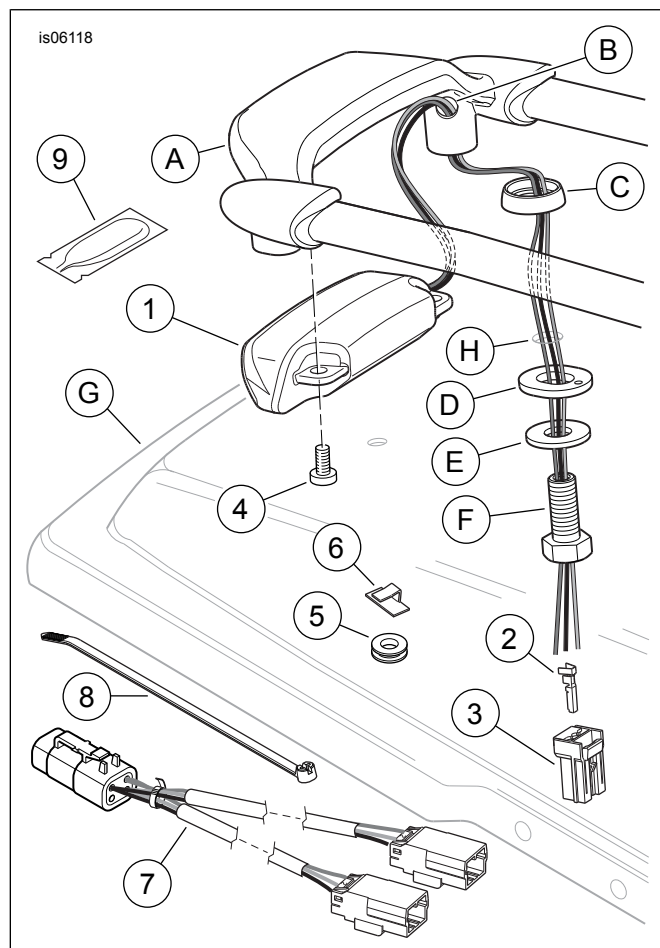

Figura 3. Parti di ricambio, kit luci guida coperchio borsa Air Wing
Vedere Figura 3 e Tabella 1.
- TUTTE le installazioni:** Consultare Figura 3. Procurarsi un gruppo luce (1) della guida della borsa dal kit.
- Inserire i fili della luce attraverso il foro (B) sul lato del montante della guida della borsa (A) e farli uscire dalla base del montante.
- Installare la luce nella parte inferiore della barra trasversale della guida della borsa con due viti (4) dal kit. Serrare le viti a fondo.
- Inserire i fili della luce attraverso il cuscinetto di montaggio (C) della guida della borsa posteriore di sinistra e il foro posteriore di sinistra (H) del coperchio della borsa (G). Assemblare la guida della borsa al coperchio come da istruzioni nel kit della guida per borsa Air Wing, facendo passare i fili attraverso la rondella di nylon (D) della guida della borsa posteriore di sinistra, la rondella piatta (E) e la vite a testa esagonale cava (F). Serrare le due viti **Phillips** a 3,1–3,5 N·m (27–31 **in-lbs**). Serrare la vite a testa esagonale **cava** a 3,4–5,6 N·m (30–50 **in-lbs**).
3. Fermo adesivo (3)
2. Consultare Figura 3. Prelevare sei terminali femmina (2) e due parti femmina (3) dal kit. Consultare il manuale di manutenzione per le istruzioni per giuntare i terminali sui fili della luce della guida della borsa.